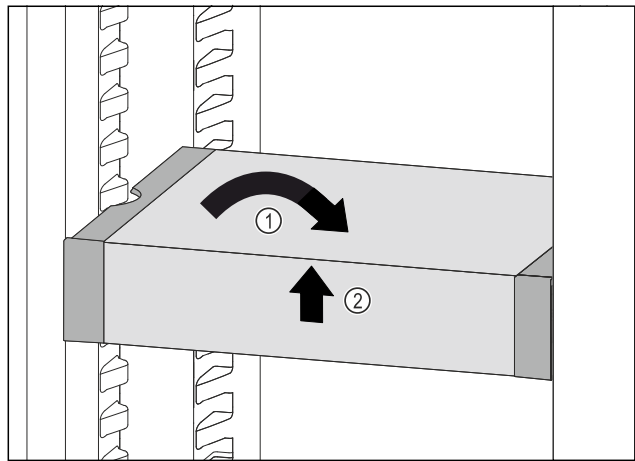

Fig. 90
- ▶ VarioSafe recht zetten. Fig. 90 (1)
- ▶ VarioSafe aan voorkant optillen. Fig. 90 (2)